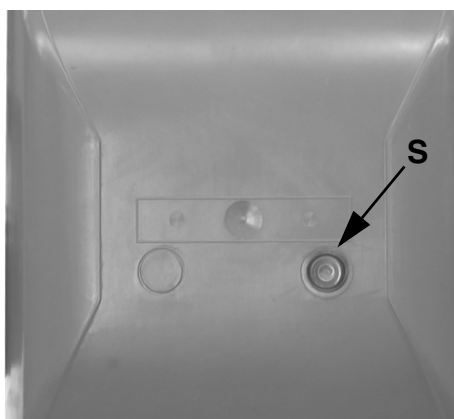

Fig. 37
- Controllare che l'apparecchiatura non sia in blocco, eventualmente sbloccarla agendo sul pulsante di sblocco **S** sul cofano del bruciatore (Fig. 37).
| S | Pulsante di sblocco (Fig. 37) |